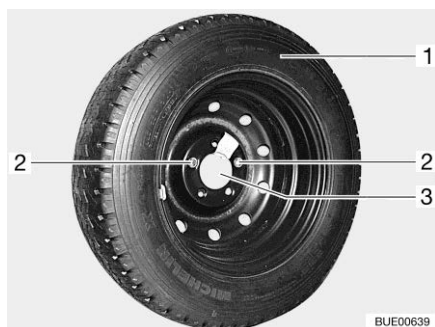

Bild 231 Reservhjulshållare i det bakre lastutrymmet
- Skruva ut och ta bort de båda fästskruvarna (Bild 231,2) med fordonsverktyget.
- Ta av reservhjulet (Bild 231,1) från hållaren (Bild 231,3).